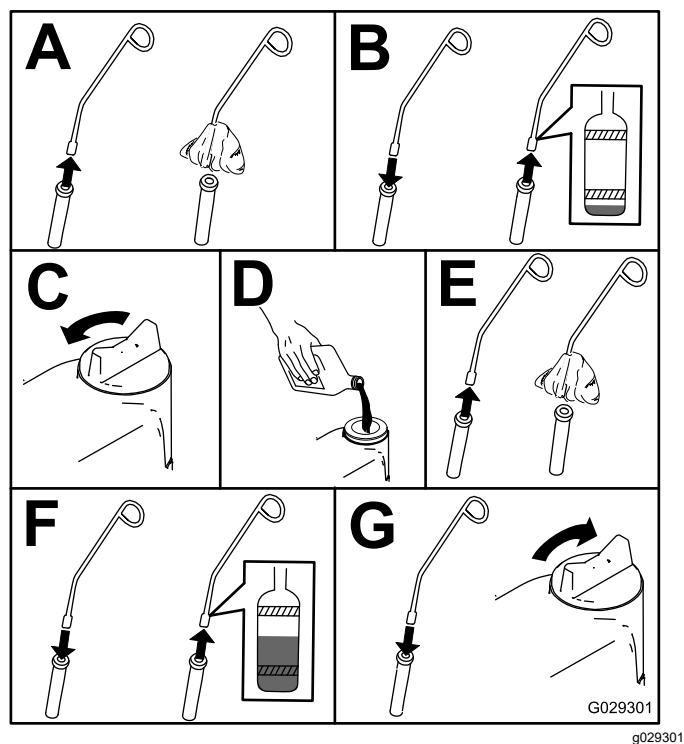

Figure 85
5. Contrôlez le niveau d'huile moteur, comme montré à la Figure 85.